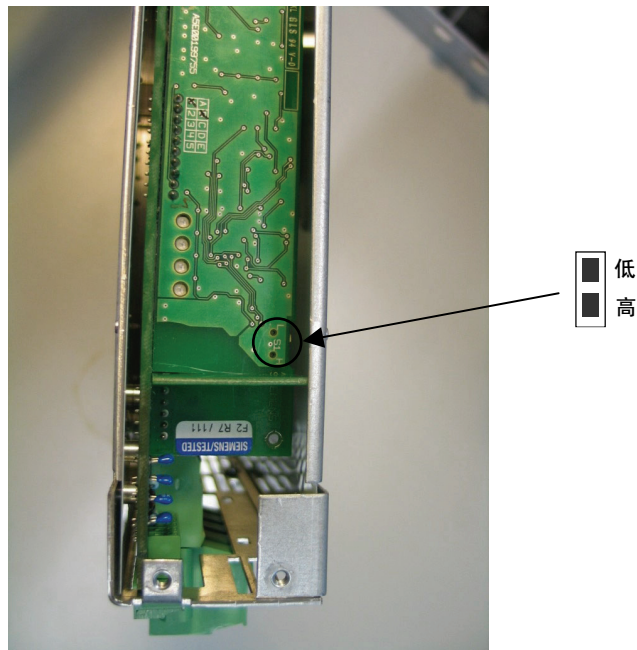

图 6-2 5 ~ 50 kW 制动单元用于调整响应阈值的开关 S1
- ◆ 使用合适的工具，如小螺丝刀去调整开关 S1(图 6-2)。